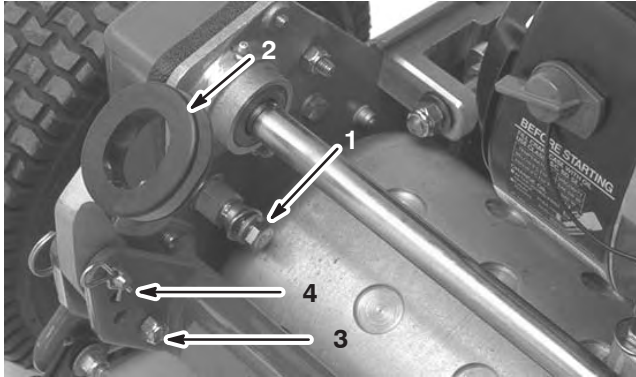

Figure 1
1. Retirez la vis d'assemblage, la rondelle et la rondelle-frein de l'axe de montage de chaque côté de la tondeuse, comme illustré à la Fig. 1.
2. Retirez les vis et les contre-écrous de fixation de la base des bras du mancheron de chaque côté de la tondeuse, comme illustré à la Figure 1.
3. Enlevez les goupilles fendues et les axes de chape de fixation des bras à l'arrière du bâti (Fig. 1).
4. Insérez les extrémités du mancheron dans les trous des bras du mancheron et placez les trous en face des axes de montage (Fig. 1).
1. Retirez les goupilles fendues des axes de chape de chaque côté de la tondeuse (Fig. 1).
2. Soutenez le mancheron et retirez les axes de chape de chaque côté pour monter ou descendre le mancheron à la hauteur requise. (Fig. 1).